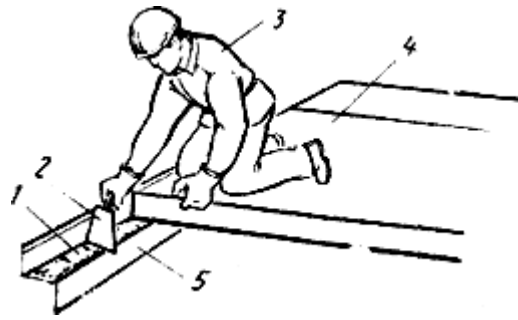

Рис.2.2. Подготовка места установки панели
*Подготовка места установки панели (рис.2.2), исполнитель рабочий, выполняющий монтажные работы, старший в звене и рабочий, выполняющий монтажные работы*